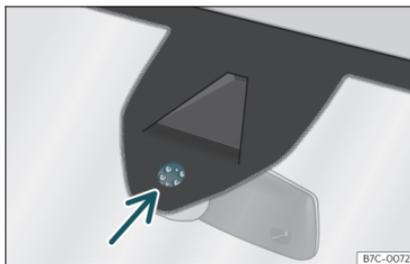

Fig. 98 Superficie sensibile del sensore pioggia.
Di seguito sono riportate alcune delle possibili cause di anomalia e di interpretazione scorretta nella zona della superficie sensibile »» fig. 98 del sensore pioggia:
- Pulire regolarmente la superficie sensibile del sensore pioggia »» fig. 98 (freccia) e verificare la presenza di eventuali danni sulle spazzole.